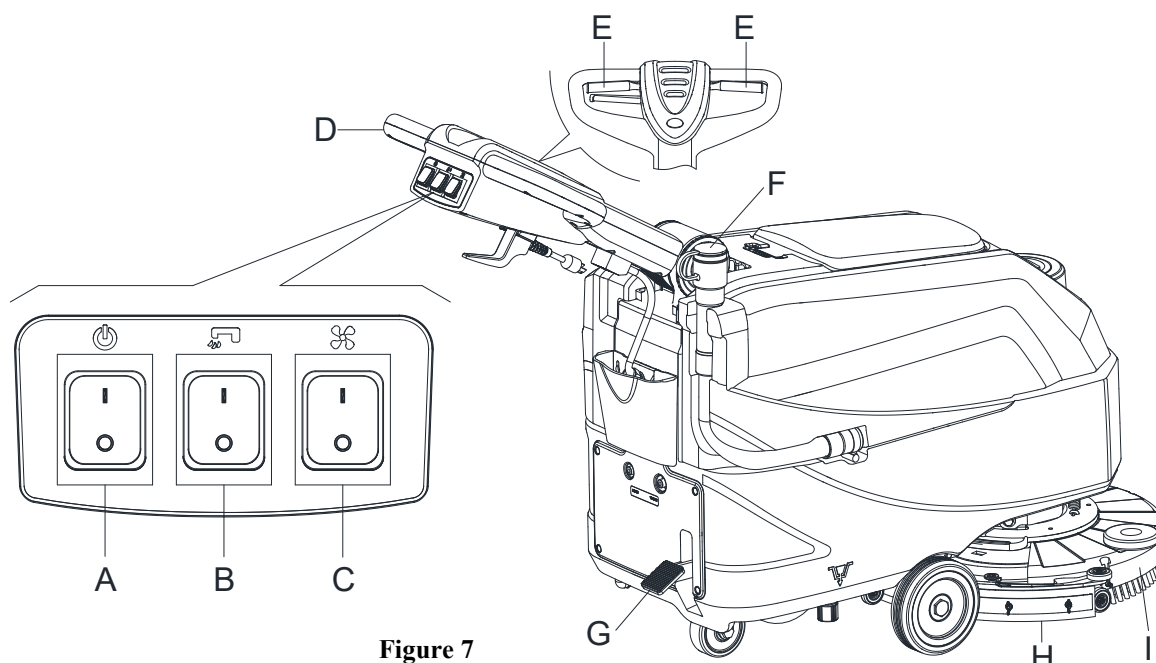

Figure 7
- Poussez la machine jusqu'à la zone à nettoyer en laissant les mains sur le guidon (D, Figure 7).
- Abaissez la tête de lavage (I, Figure 7) et la raclette (H) en soulevant la pédale (G).
- Appuyez sur le commutateur d'alimentation (A, Figure 7) pour le mettre en position "I".
- Appuyez sur le commutateur de solution (B, Figure 7) pour le mettre en position "I". (Travaillez simultanément avec le contacteur de sécurité (E) pour commander l'électrovanne.)
- Appuyez sur le commutateur d'aspiration (C, Figure 7) pour le mettre en position "I".
- Commencez le nettoyage en poussant la machine avec les mains sur le guidon (D, Figure 7) et en appuyant sur le levier du contacteur de sécurité (E, Figure 7).
10. Arrêtez la machine à l'aide du guidon (D, Figure 7).
11. Lorsque vous avez fini d'utiliser la machine, relâchez le levier du contacteur de sécurité (E) pour éteindre la tête de lavage et l'électrovanne.
12. Appuyez sur le contacteur de commande de solution (B) en position "OFF" pour couper complètement le débit de solution.
13. Appuyez sur le commutateur d'aspiration (C) en position "OFF". Le système d'aspiration s'arrête au bout de quelques secondes.
15. Levez la tête de lavage (I, Figure 7) et la raclette (H) en appuyant sur la pédale (G).
2. Tout en gardant les deux mains sur le guidon, appuyez sur le levier du contacteur de sécurité (E, Figure 7), puis manœuvrez la machine et commencez à laver/sécher le sol.
2. Levez la tête de lavage (I, Figure 7) et la raclette (H) en appuyant sur la pédale (G).
4. Videz le réservoir d'eau de récupération à l'aide du flexible (F, Figure 7). Ensuite, rincez le réservoir de récupération (C, Figure 9) à l'eau claire.